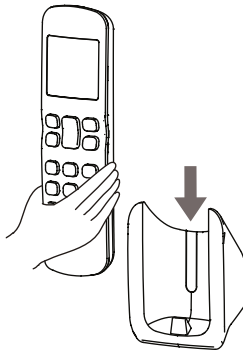

Abb. 2.5
- 3) Legen Sie die Fernbedienung in die Ablage von oben ein (siehe Abb. 2.5).